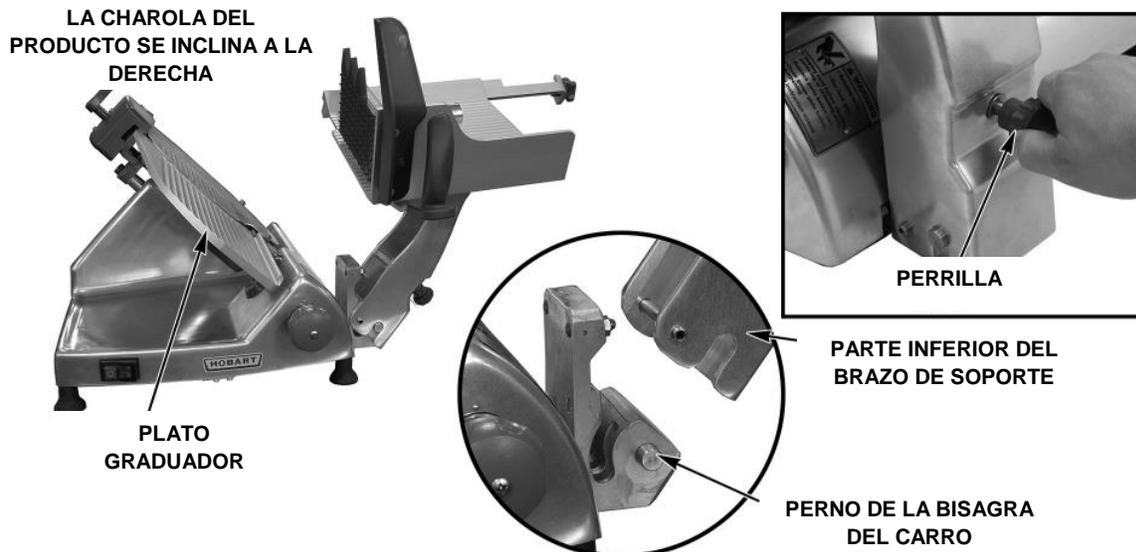

Fig. 8
- Afloje la perilla (Fig. 8) del brazo del soporte e incline la charola a la derecha (Fig. 8).